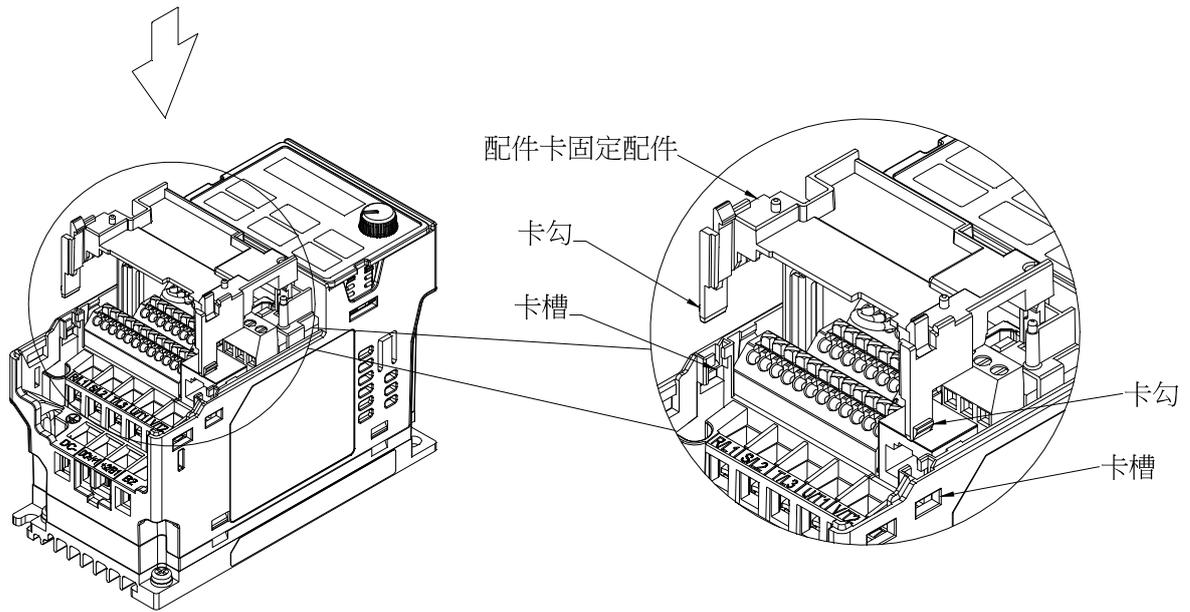

图 8-1
3. 如图 8-1 所示，先将配件卡固定配件两个卡沟对准卡槽，下压让两个卡勾卡住卡槽。